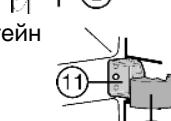

Fig. 18
► Наденьте на средний кронштейн Fig. 18 (11) крышку Fig. 18 (3).